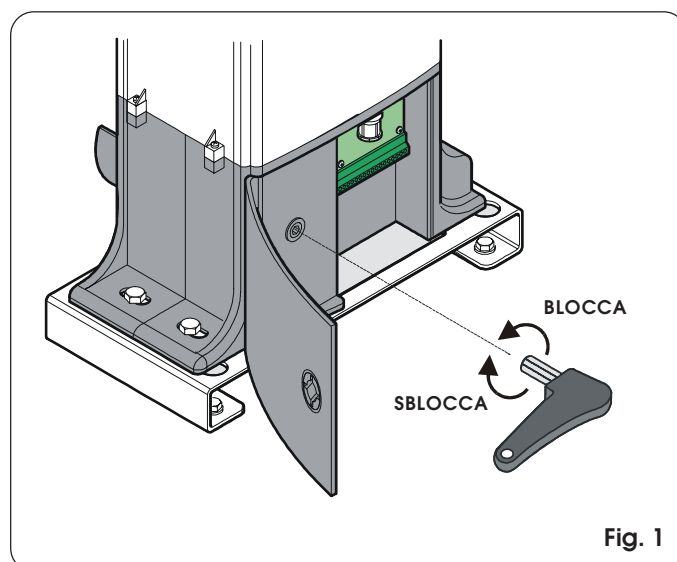

Fig. 1
- Estrarre la chiave in dotazione riposta all'interno dello sportello; inserirla nell'apposito sistema di sblocco e ruotarla in senso orario fino alla battuta meccanica (Fig. 1).
- Ruotare la chiave di sblocco in senso antiorario fino alla battuta meccanica (Fig. 1).